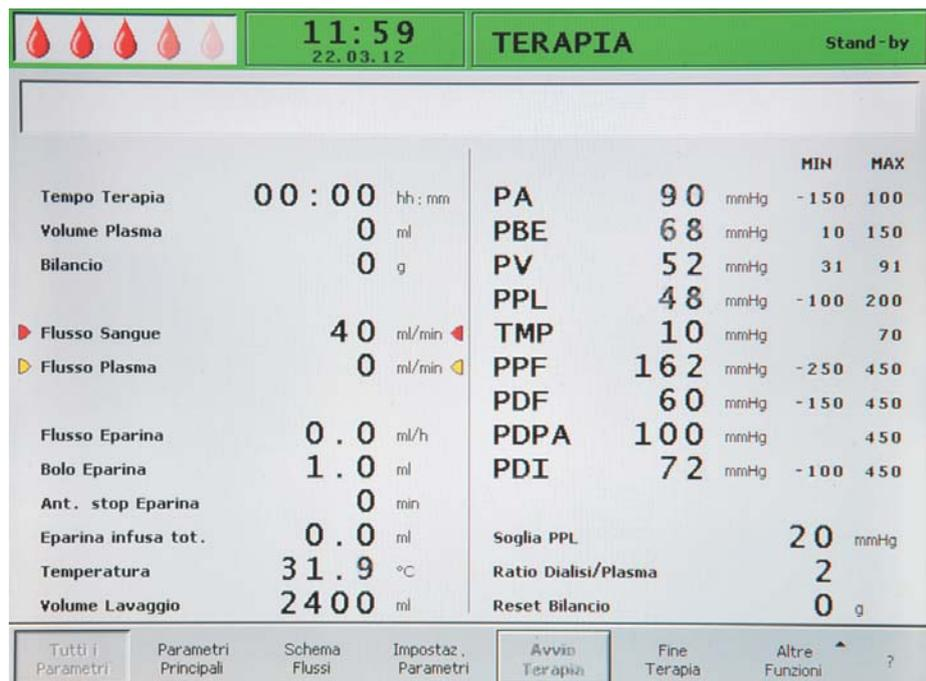

Fig. 2-12 Videata di tutti i parametri
- Tutti i parametri (Fig. 2-12 )